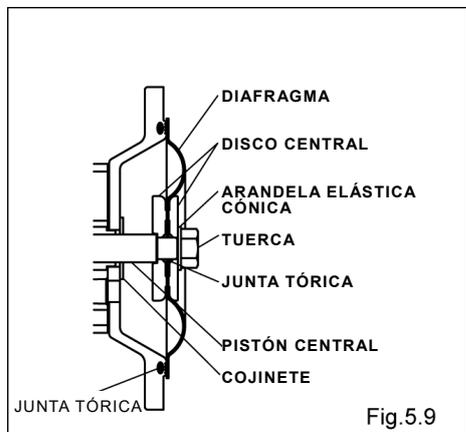

Fig.5.9
- Mantenga el lado convexo hacia fuera (consulte Fig. 5.9).
- Coloque las juntas tóricas a ambos lados del diafragma. (consulte Fig. 5.9)